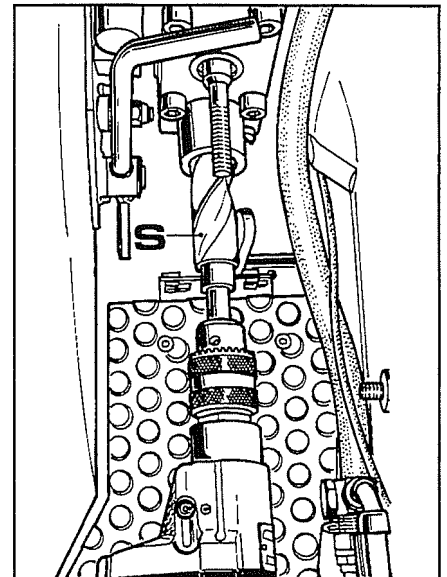

Fig. 18
- 1 Aplicar no suporte o anel de diâmetro interno de 25 mm e efectuar o primeiro furo com a relativa broca (**S** fig.18) e com broquim com velocidade lenta.
- 2 Aplicar no suporte o anel de diâmetro interno de 28,5 mm e efectuar o segundo furo com a relativa broca (**S** fig.18) e com o broquim com velocidade lenta.